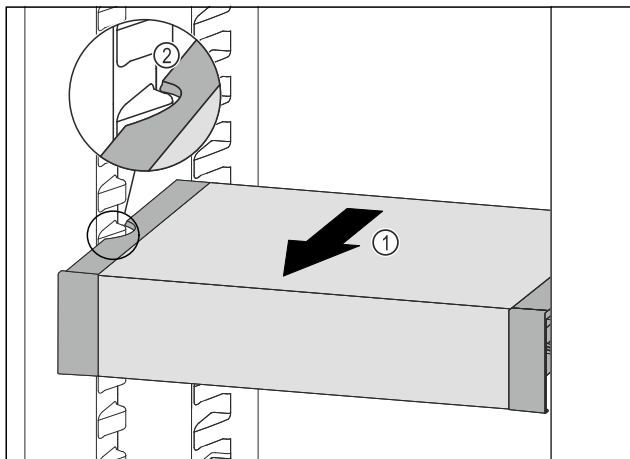

Fig. 111
- ▶ Изтеглете VarioSafe напред *Fig. 111 (1)*, докато страничните прорези на VarioSafe се намират на височината на реброто на съда в хладилната част. *Fig. 111 (2)*